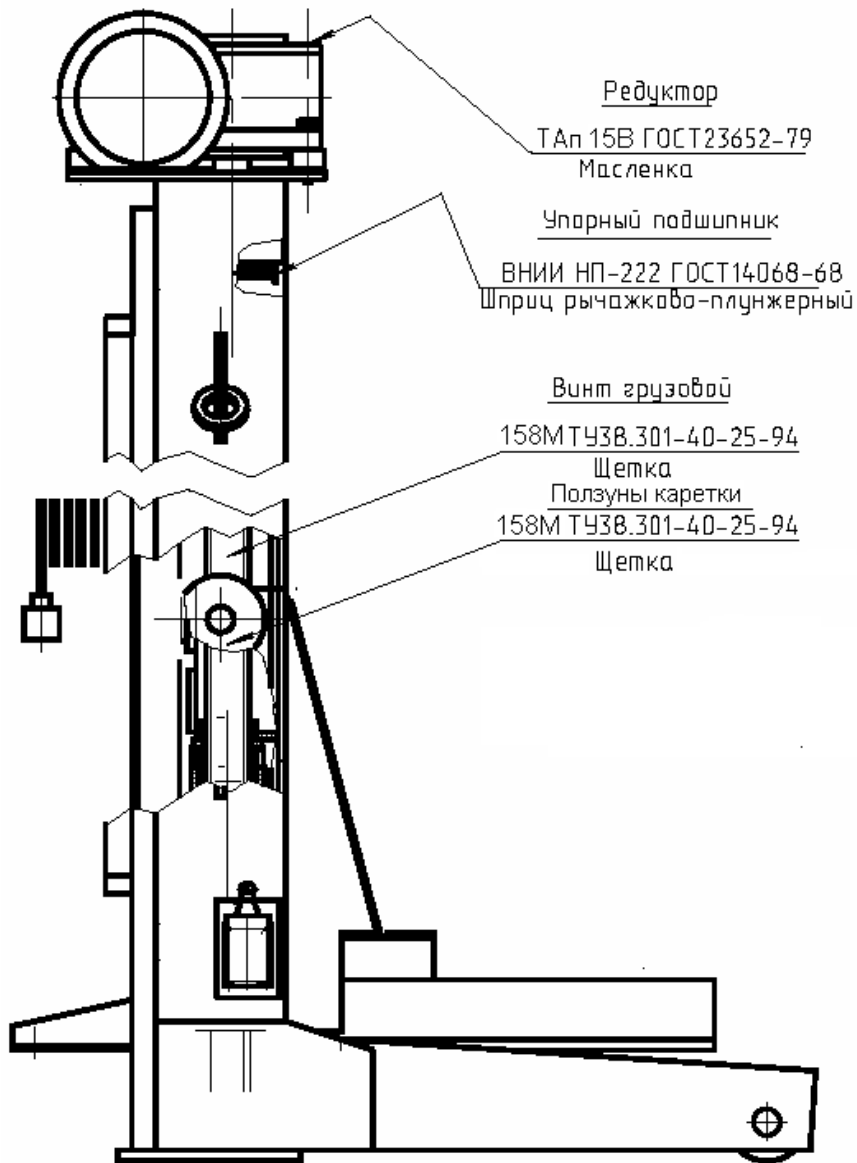

Рис. 6. Карта смазки стойки подъемника ПП-45
- произвести смазку стоек подъемника в соответствии с картой смазки (см. Рис. 6).